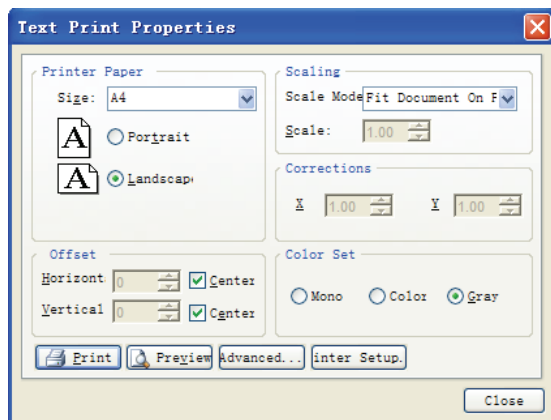

图 3-48 原理图打印属性对话框
- (1) 打开需要打印输出的原理图文件。
- (2) 执行菜单命令【File】→【Page Setup...】，弹出原理图打印属性对话框，如图 3-48 所示。